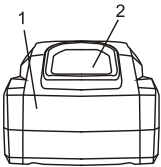
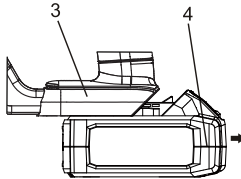

Fig. 1
Fig. 2
1. Retirez la batterie déchargée (1) de l'outil en appuyant vers le bas sur le bouton d'éjection de la batterie (2) situé à l'arrière de la batterie (Fig. 1) et en tirant la batterie hors de la poignée (3) de l'outil (Fig. 2).